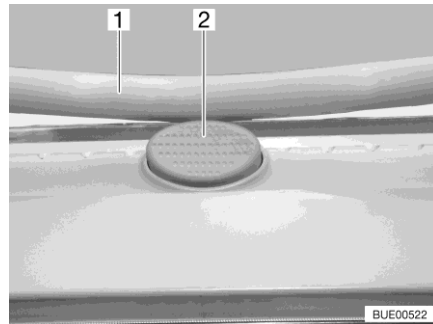

Fig. 31 Bouton de sécurité (lanterneau Heki)
- Appuyer sur le bouton de sécurité (Fig. 31,2) et tirer l'étrier (Fig. 31,1) vers le bas avec les deux mains.
- Pousser l'étrier vers le haut avec les deux mains jusqu'à ce que ce dernier se trouve au-dessus du bouton de sécurité (Fig. 31,2).